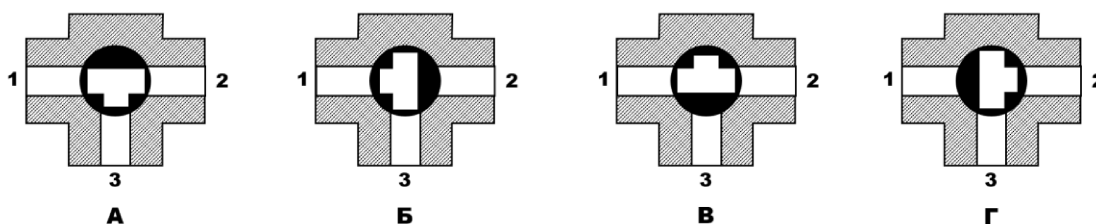

Рис. 4. Схема работы 3-ходовых кранов
- используя ручной дублер, перевести электропривод в положение, соответствующее начальному положению крана (положение А, рис. 4);